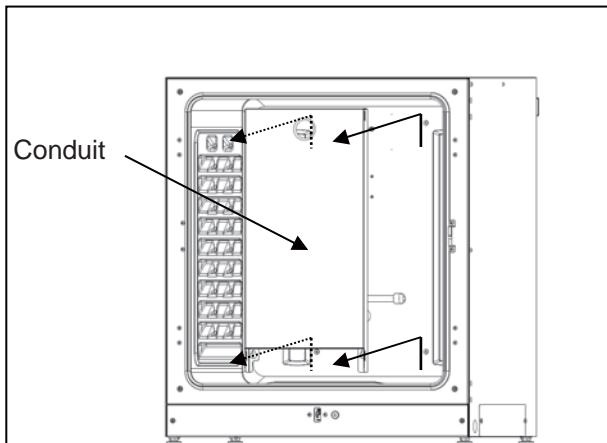

Fig. 5
6. Desserrez les vis à l'arrière et sortez la conduite en la levant (Fig. 5).